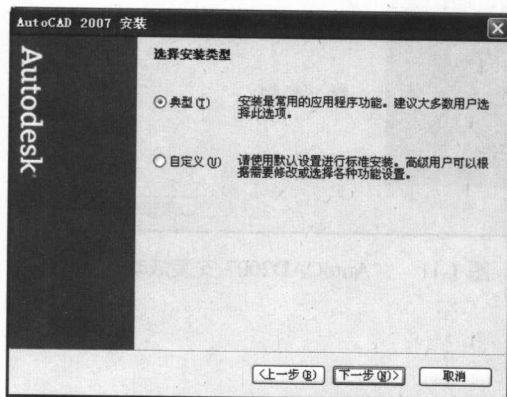

图 1-6 “选择安装类型”对话框
(6) 在“选择安装类型”对话框中选择安装类型,如图 1-6 所示。可以选择“典型”、“精简”、“自定义”、“完全”选项。如果只想使用 AutoCAD 2007 的基本绘图功能的话,那么建议选择“典型”选项,然后单击【下一步】按钮。